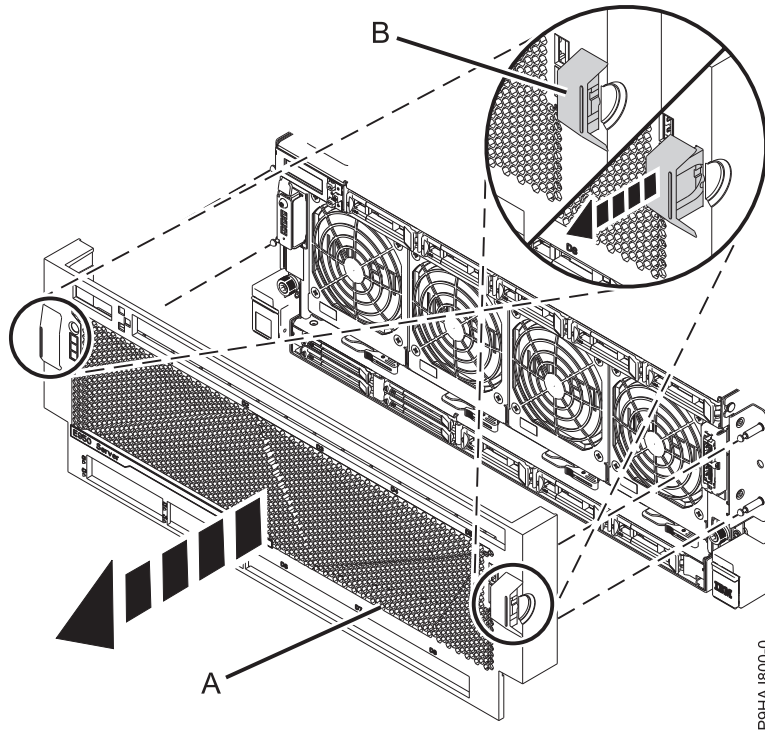

Figura 7. Extracción de la cubierta frontal
2. Ponga los dedos en las hendiduras **(B)** ubicadas en ambos lados de la cubierta, tal como se muestra en la Figura 7 en la página 10.
3. Tire de la cubierta (A) para extraerla del sistema, tal como se muestra en la Figura 7.